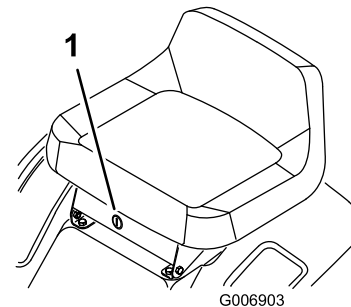

Bild 12
Wenn Sie beim Rückwärtsfahren den Zapfwellenantrieb benötigen, können Sie diesen Sicherheitsschalter mit Hilfe des KeyChoice-Schalters bei der Sitzhalterung deaktivieren (Bild 12).
2. Stecken Sie den KeyChoice-Schlüssel in das Zündschloss (Bild 12).